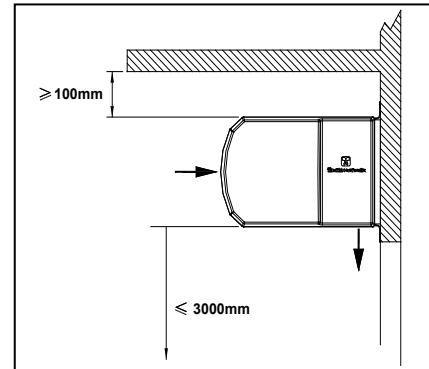

Abb. 1
- mindestens 100 mm Platz (Luftspalt) über elektrischen/wasserbeheizten Luftschleiern, siehe Abb. 1